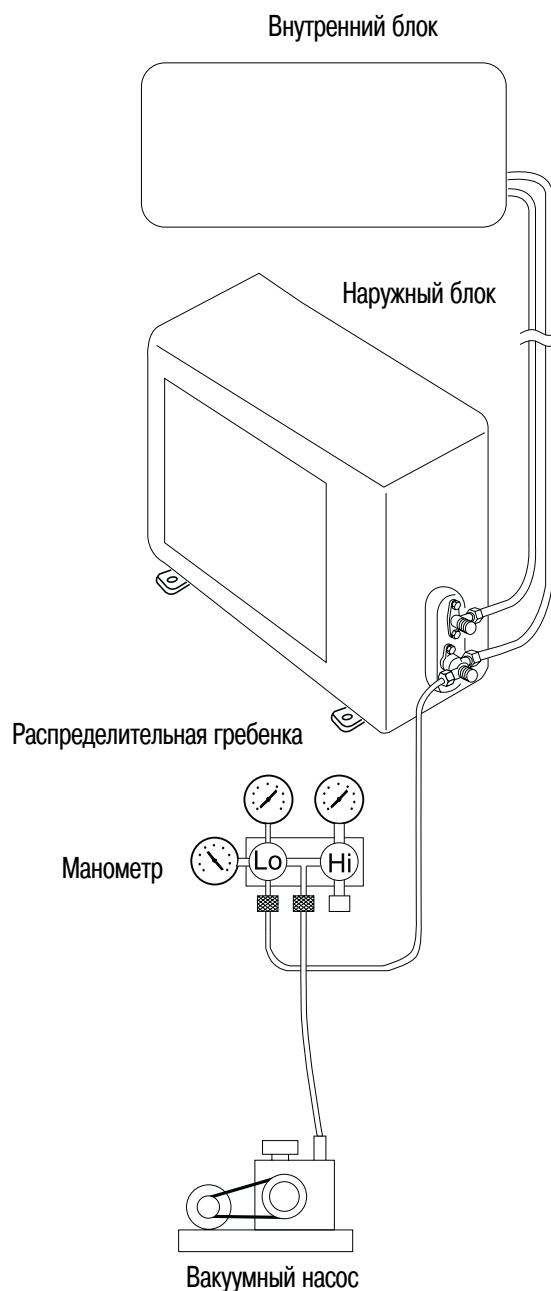

Рис. 35
- (1) Убедитесь, что все трубы (и узкие и широкие) между внутренним и наружным блоками правильно подсоединены и полностью выполнен монтаж электропроводки для испытательного запуска. Учтите, что рабочие клапаны узких и широких труб наружного блока на данном этапе должны быть закрыты.
- (2) При помощи гаечного ключа с регулируемым крутящим моментом или накидного гаечного ключа снимите колпачки с рабочих клапанов широких и узких труб.
- (3) Подсоедините вакуумный насос и распределительную гребенку (с манометрами) к сервисному порту на рабочем клапане широкой трубы (рис. 35).